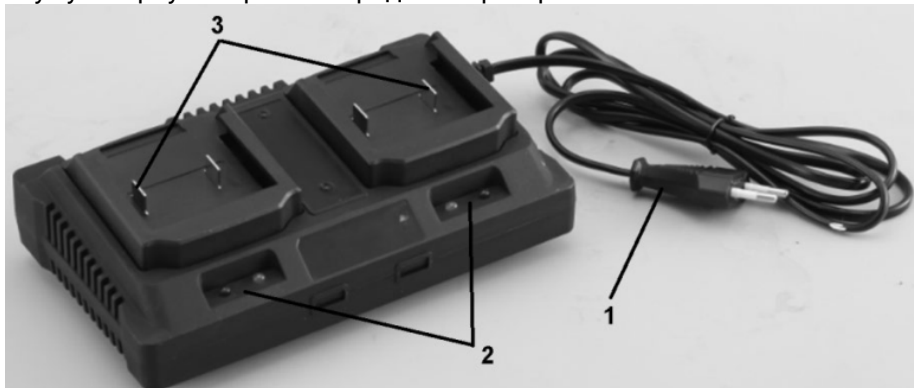

Рисунок 4. Загальний вигляд зарядного пристрою.
5.1.3.2 Порядок заряджання акумуляторної батареї (рис. 4).